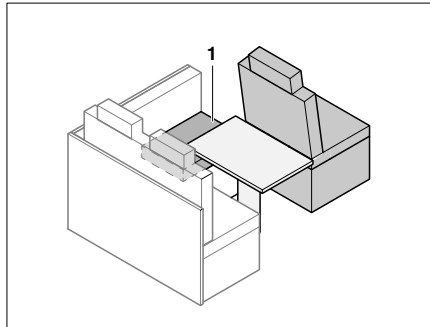

Fig. 187 Avant la transformation
- Mettre le coussin d'assise (Fig. 187,1) sur le côté.